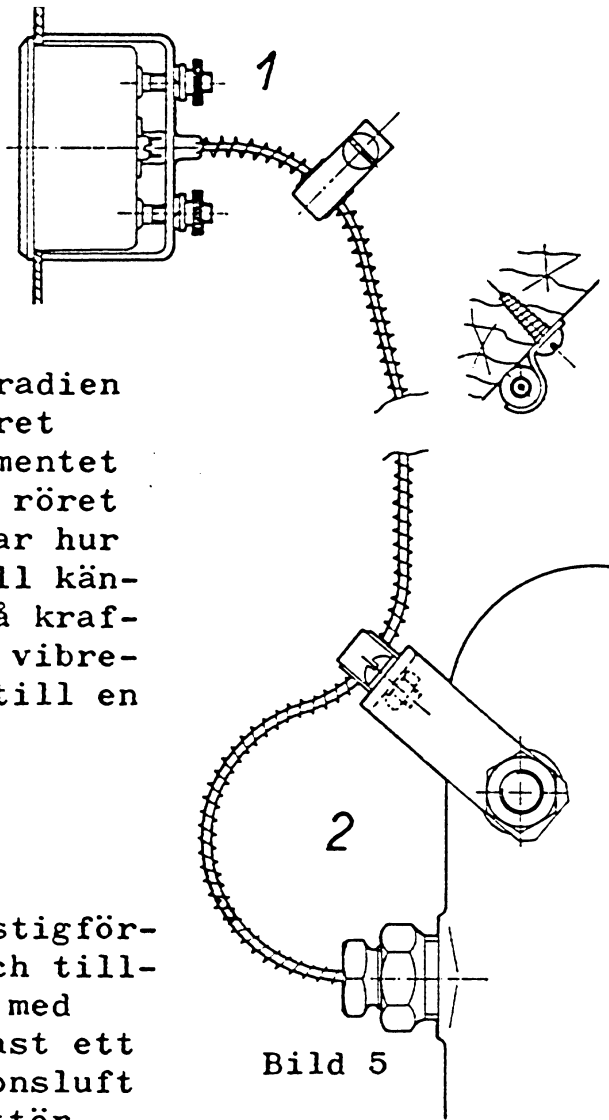

Bild 5
Då kylvattentermometern monteras skall man tillse att kapillärröret stagas tillräckligt. Såsom framgår av pos 1 på bild 5 bör kapillärröret stagas intill instrumentet. Klamman skruvas ej direkt mot kapillärröret utan man lägger en gummihylsa kring röret. Om kapillärröret måste bockas får radien ej understiga 35 mm. Kapillärröret skall även stagas mellan instrumentet och motorn så att vibrationer i röret förhindras. Pos 2 på bild 5 visar hur kapillärröret skall stagas intill känslkroppen. Fästet skall vara så kraftigt dimensionerat att det inte vibrerar och kan lämpligen anslutas till en cylinderlocks-bult.